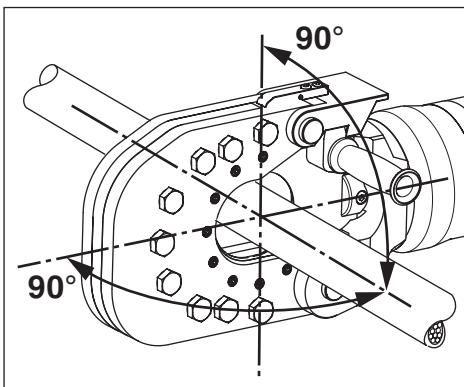

图 9，在切割头中放置切割材料
将切割材料放置在切断机刀片之间，使其与活塞轴垂直，如图 9 所示。这样能确保最佳的切割质量，同时使切断机的负载达到最少。
5. 确保切割材料与活塞轴垂直，如图9所示。如需获取更多信息，请参见第 8.5 节的说明。